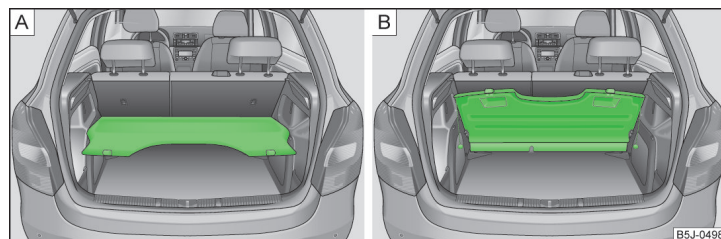

Fig. 65 Masca portbagajului: în poziție inferioară / depozitată în dosul scaunelor din spate
- În poziție inferioară, pe elementele de rezemare » fig. 65 - » .
- În spatele scaunelor spate » fig. 65 - .
În această poziție » fig. 65 - capacul portbagajului este prevăzut pentru depozitarea obiectelor mici, cu o greutate de până la 2,5 kg.